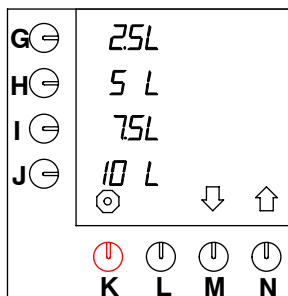

Fig. 23 Tasti standard di preselezione
L'unità di misura standard della macchina è il litro (l). Questa unità può essere modificata (la visualizzazione di questa unità viene impostata come standard con i tasti di preferenza, vedere fig. 23 ).
- Premere il tasto di selezione (N.)↑ fino a che sullo schermo viene visualizzato quanto illustrato nella fig. 23 .